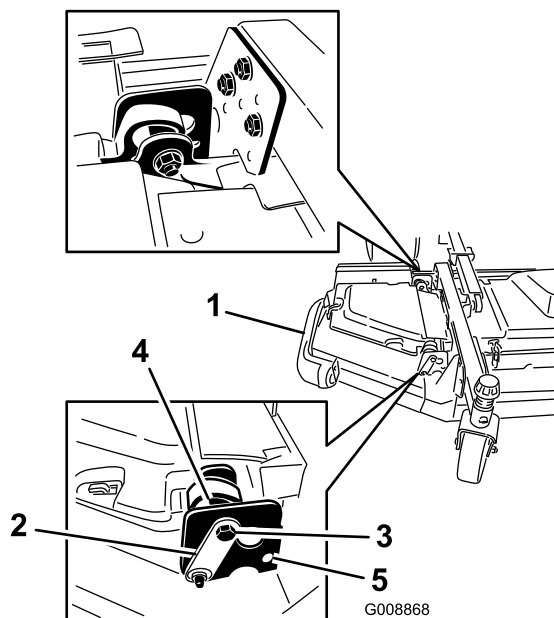

Figura 7
2. Desaperte os parafusos e as porcas que prendem os 2 espaçadores excêntricos às laterais (Figura 7).
4. Rode o excêntrico traseiro (mais perto da unidade de tração) até a ponta da lâmina exterior estar cerca de 3 mm mais alta do que a altura de corte pretendida (Figura 7).